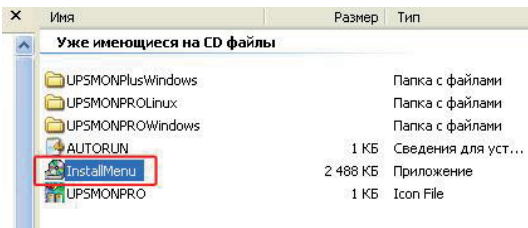

Рис. 5.2
**Примечание:** Если меню не открывается автоматически, запустите Проводник, а затем кликните курсором мышки два раза по инсталляционной иконке программы, как показано на рис. 5.2.